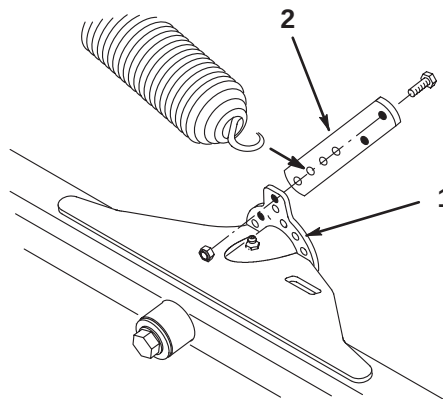

図 15
1. 各カuttingユニットの昇降タブの後面の内側部分に、スプリング・アンカーを取り付ける (図15；キャップスクリュ (1/4×3/4) 2個とロックナットを使用する)。
2. 前カuttingユニットでは、スプリング・アンカーについている穴のうち一番下から2番目の穴 (No. 3) にスプリングを引っ掛ける (図15)。